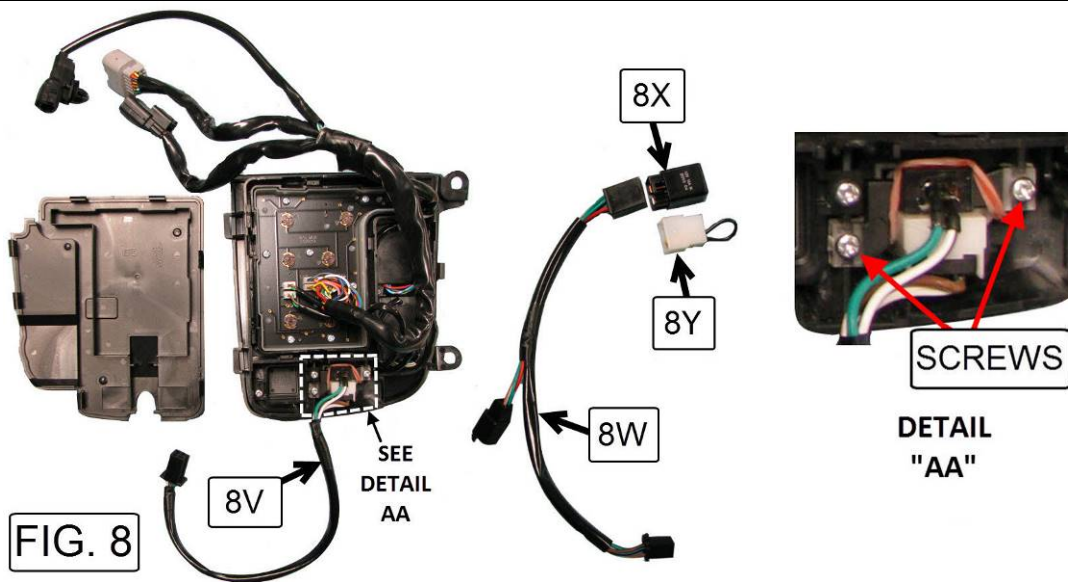

FIG. 8
- REMOVE THE BACK PANEL FROM THE UNIT AS SHOWN IN FIG. 8. **TIP: INSERT A SCREWDRIVER IN THE SMALL CUTOUTS ON THE SIDES TO RELEASE THE COVER.**
- IF YOU WANT THE LIGHT TO TURN OFF WHEN YOUR HIGH BEAMS ARE TURNED ON CONNECT THE RELAY/JUMPER HARNESS (8W) TO THE LIGHT SWITCH HARNESS (8V). THEN INSTALL THE RELAY (8X) TO THE RELAY/JUMPER HARNESS (8W). SEE FIG. 8.